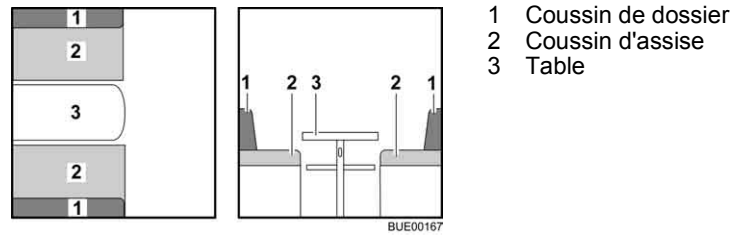

Fig. 90 Avant la transformation
- Convertir la table (Fig. 90,3) en sommier de lit (voir paragraphe 6.12).